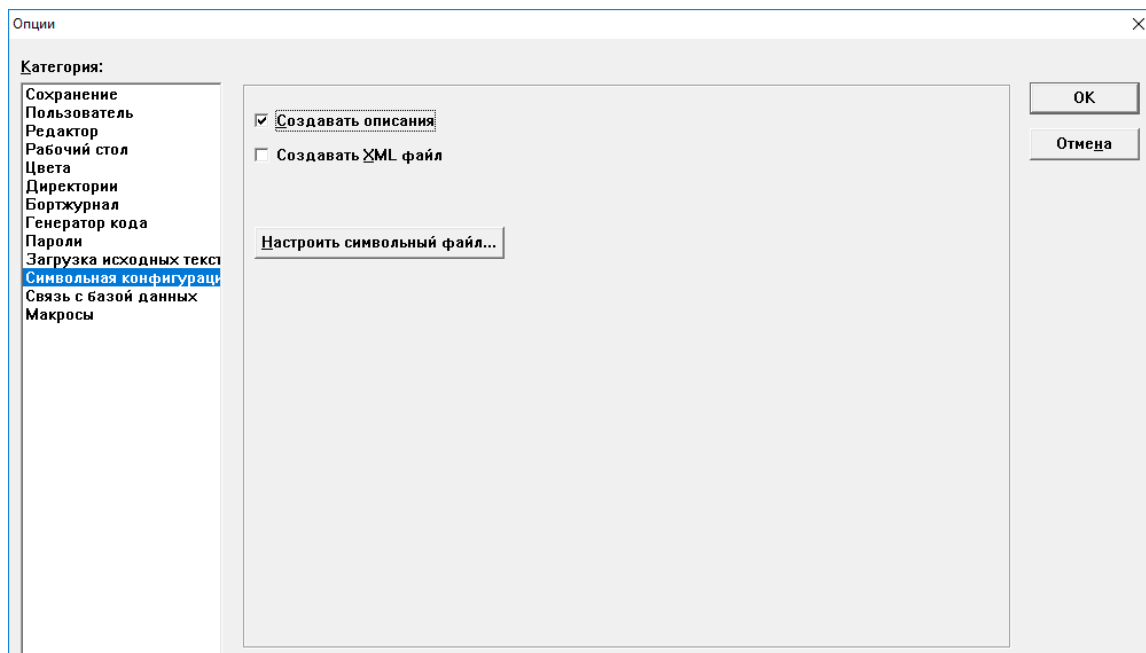

Рисунок 16.2 – Окно режима «Опции» (Options)
3. В открывшемся окне режима «Опции» (Options) в списке «Категория» (Category) выделить строку «Символьная конфигурация» (Symbol Configuration). В правой части окна установить флажок в поле переключателя «Создавать описания» (Dump symbol entries) и нажать кнопку «Настроить символьный файл» (Configure symbol file), см. рисунок 16.2.